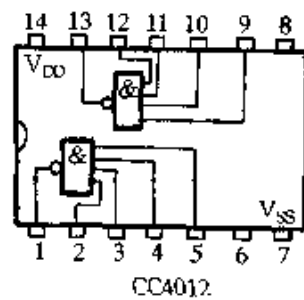

图 2-374
② 图 2-374 所示为双 4 输入端与非门电路 CC4012 引脚功能图。CC4012 内含两个独立的具有 4 个输入端的与非门。